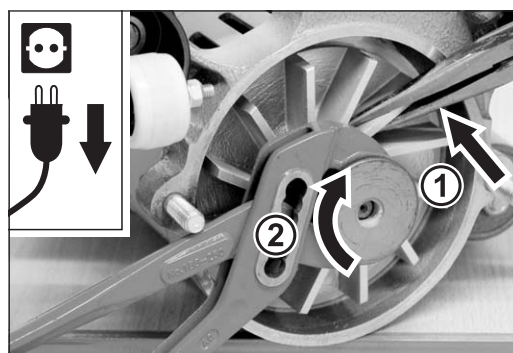

Abb. 59 Den Ventilatorflügel mit einer Zange festhalten (1) und die Motorriemenscheibe mit einer Wasserpumpenzange anziehen (2).
- 7 Ziehen Sie die Motorriemenscheibe mit Hilfe der beiden Zangen fest (Abb. 59).